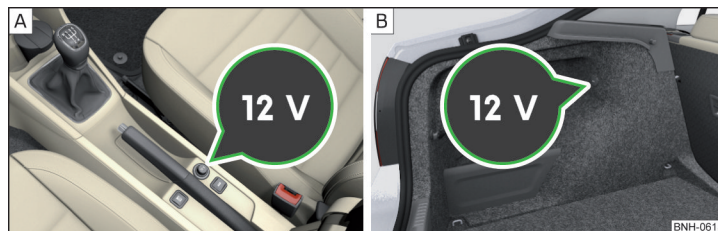

Fig. 91 Capacul prizei de 12 V: în consola centrală față/în portbagaj
- Pentru **utilizare**, scoateți capacul prizei » fig. 91 - [A], respectiv deschideți capacul prizei » fig. 91 - [B].